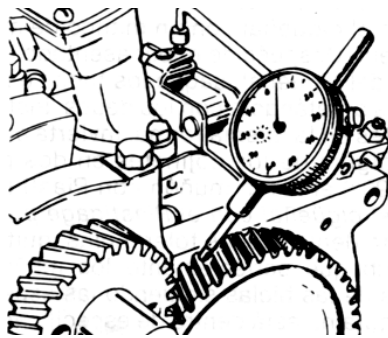
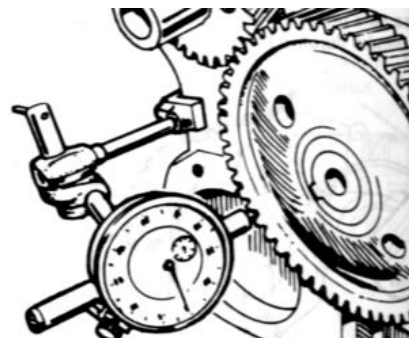

Fig. 3.42 Oscilación del engranaje de sincronización
Fig. 3.43 Juego del engranaje
22. Verifique la oscilación y el juego axial del engranaje de sincronización: Instale un reloj palpador apoyando su pluma en uno de los dientes del engranaje del árbol de levas (Ver Fig. 3.42). Gire el engranaje hasta eliminar todo el juego y ajuste a cero el palpador. Gire el engrane en la dirección contraria hasta eliminar el juego, y anote la oscilación del engrane. Monte el indicador apoyando su pluma sobre la orillas del engrane del árbol de levas, paralela al eje de éste. Ajuste a cero el palpador y gire el engrane del árbol de levas una vuelta completa, registrando el juego en giro (Ver Fig. 3.43). Si el culateo o el corrimiento en giro sobrepasan los valores de especificación, cambie el engrane.